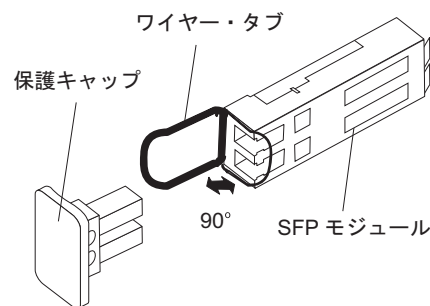

図 18. SFP モジュール・ラッチのアンロック - ワイヤー・タブの場合
- ワイヤー・タブが入っている SFP モジュールの場合は、図 18 に示されているように、ワイヤー・ラッチを外側に 90° 引いて SFP モジュールのラッチをアンロックします。